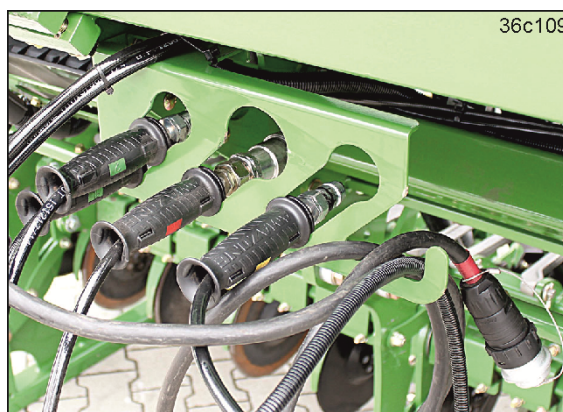

Рис. 99
6. Повесьте питающие магистрали на держатель для шлангов (Рис. 99).